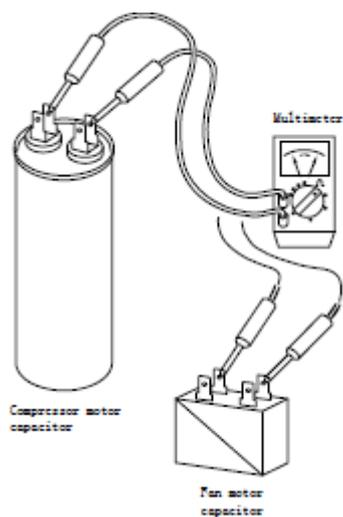

Fig. 3
- 1) Отсоедините токоподводящие провода от клемм конденсатора, после чего приложите щупы омметра к клеммам, как показано на рис. 3.